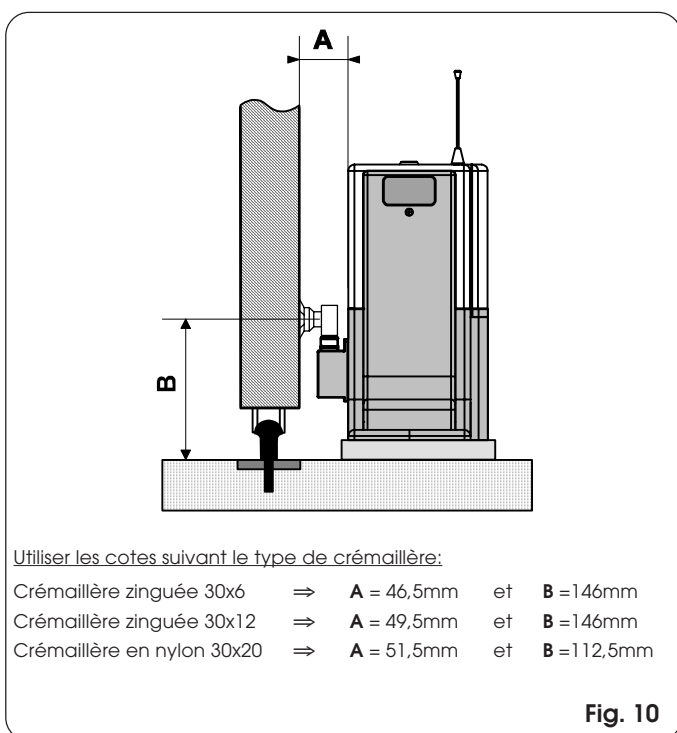

Fig. 10
- Régler la distance entre l'opérateur et le portail en se reportant à la Fig. 10.